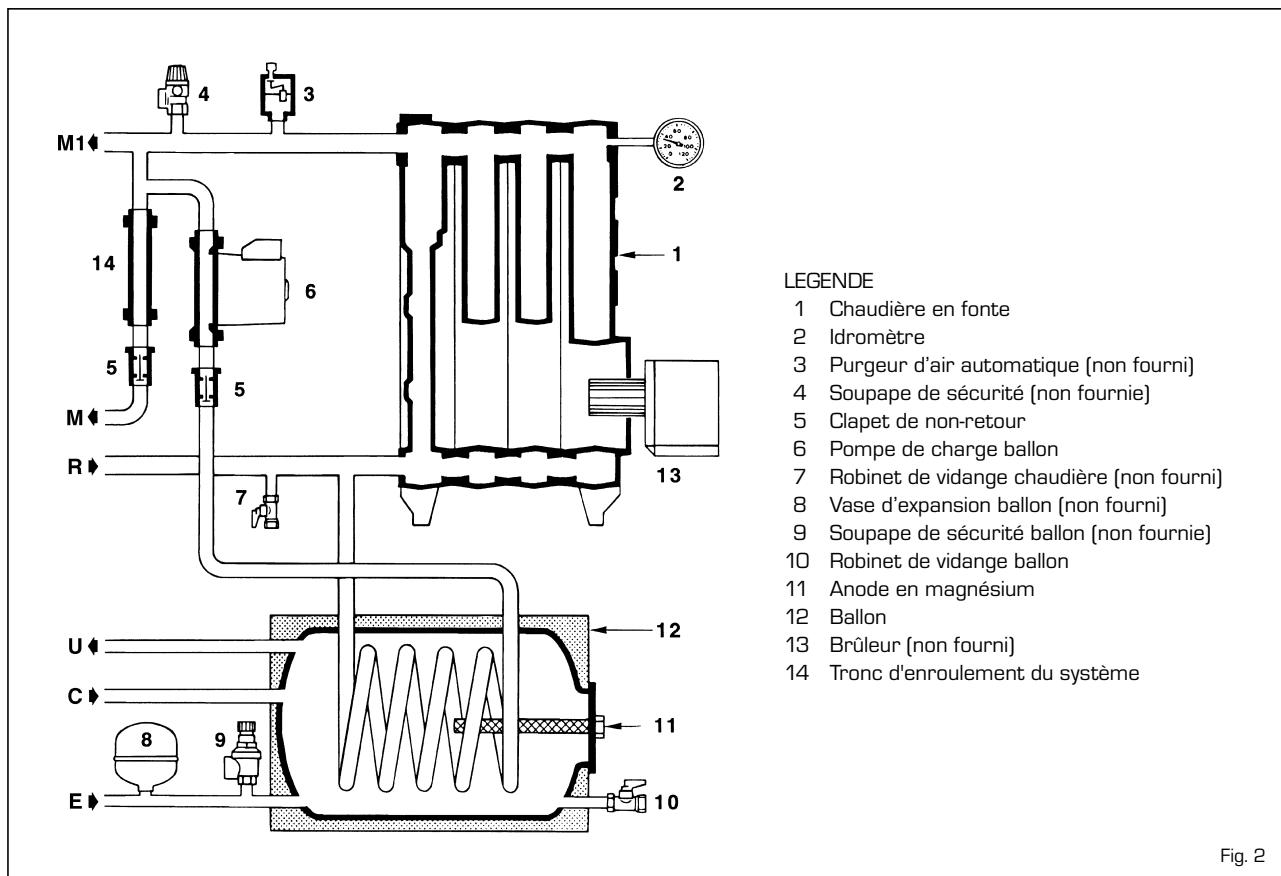

Fig. 2
The magnesium anode [11 fig. 2] protects the boiler from galvanic currents; the durability of the anode will depend on the quality of the local water supply.
automatique (3 fig. 2) et sur le manchon de 1/2", une soupape de sécurité étalonné à 3 bar (4 fig. 2).
En outre il faut monter une soupape de sécurité étalonné à 7 bar (9 fig. 2) sur l'entrée eau froide sanitaire du ballon pour éviter le risque de rupture à cause d'une surpression accidentelle élevée. Dans le cas où la soupape de sécurité s'ouvre souvent il est recommandé de monter dans le circuit E.C.S. un vase d'expansion (8 fig. 2) de 5 litres avec une pression maximale de 8 bar. Le vase d'expansion devra être équipé d'une membrane en caoutchouc type alimentaire. La pompe de chauffage doit être installée sur l'arrière de la chaudière, à la place du tronc de raccordement (14 fig. 2).
**Pour faciliter cette opération ouvrir le clapet de non-retour (5 fig. 2) en mettant l'encoche en position horizontale.**